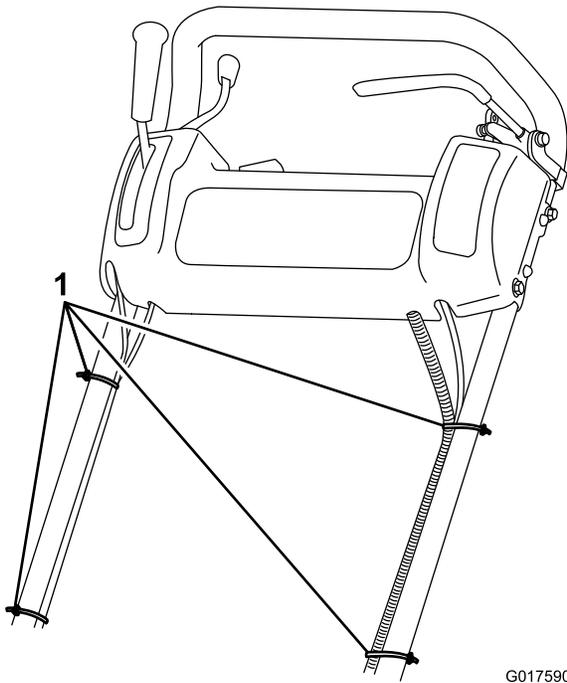

図 5
7. ケーブルタイを使って、ケーブルとワイヤハーネスをハンドルに固定する 図 5。